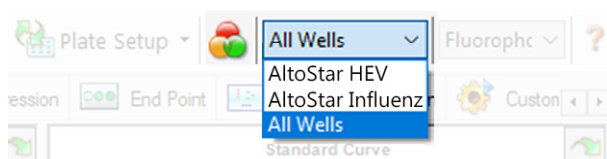

Figure 4: Bouton Well Group (Groupe de puits) et menu déroulant Well Group (Groupe de puits)
Dans la fenêtre Data Analysis (Analyse des données), veuillez à sélectionner le **Well Group** (Groupe de puits) du kit AltoStar® HEV RT-PCR Kit 1.5. Pour cela, cliquez sur le menu déroulant **Well Group** (Groupe de puits) à droite en regard du bouton **Well Group** (Groupe de puits) (voir la figure 4) sur la barre d'outils. N'utilisez pas le **Well Group** (Groupe de puits) *All Wells* (Tous les puits). La sélection de la figure 4 est utilisée comme vue d'exemple général.
1. Dans la fenêtre Data Analysis (Analyse des données), veillez à sélectionner le **Well Group** (Groupe de puits) du kit AltoStar® HEV RT-PCR Kit 1.5. Pour cela, cliquez sur le menu déroulant **Well Group** (Groupe de puits) à droite en regard du bouton **Well Group** (Groupe de puits) (voir la figure 4) sur la barre d'outils.
1. Dans la fenêtre Data Analysis (Analyse des données), veuillez à sélectionner le **Well Group** (Groupe de puits) du kit AltoStar® HEV RT-PCR Kit 1.5. Pour cela, cliquez sur le menu déroulant **Well Group** (Groupe de puits) à droite en regard du bouton **Well Group** (Groupe de puits) (voir la figure 4) sur la barre d'outils.